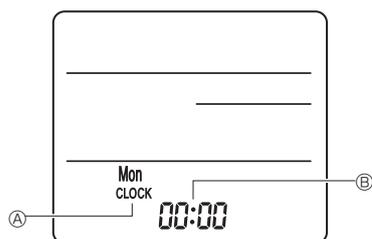

Fig. 7-8
3) Postavke (Postavke sata) (Fig. 7-8)
- ① Umetnite baterije ili pritisnite gumb ● CLOCK nečim oštrim.